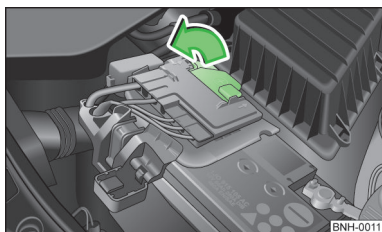

Fig. 130
- Abrir la cubierta en la dirección de la flecha » fig. 130.